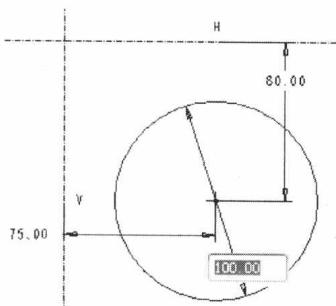

图 1-1-12 单个尺寸修改
(1) 单个尺寸修改。单击工具栏中“选取项目”按钮 K ,再双击需要修改的尺寸值,系统将弹出如图 1-1-12 所示的小编辑框。在框中输入新的尺寸值后,按回车键或单击鼠标中键完成尺寸修改。